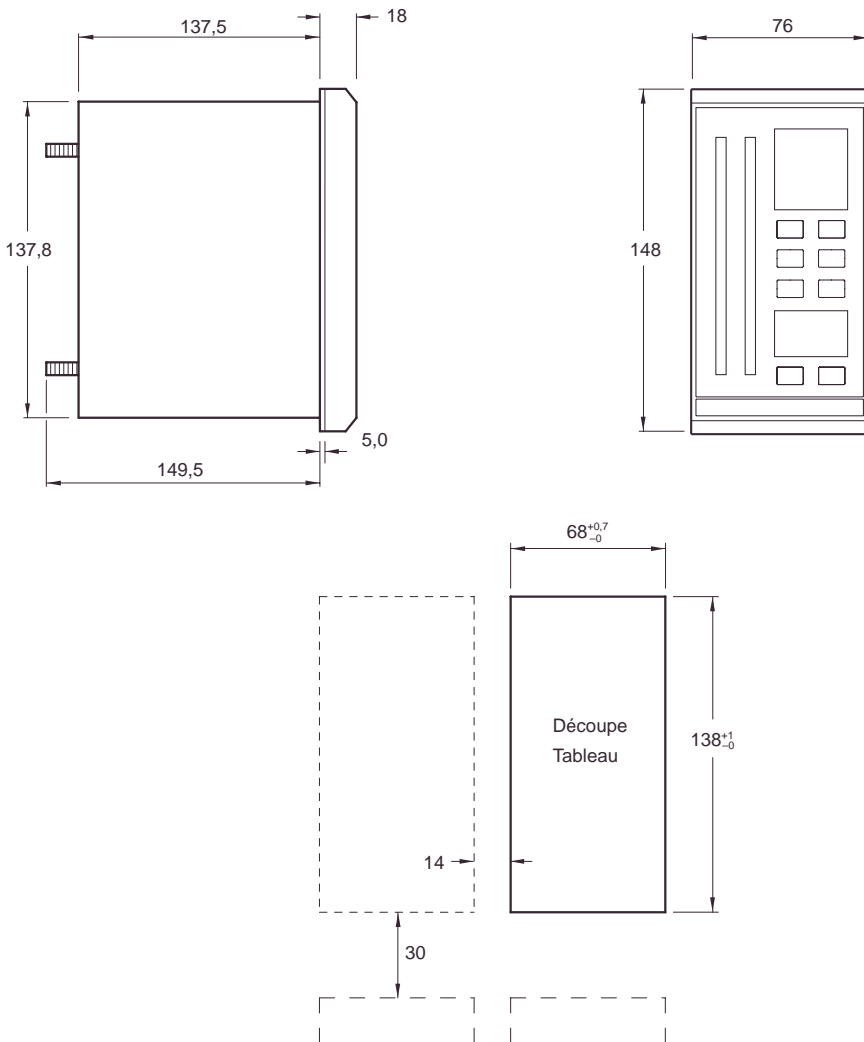

Figure. 5.3 Dimensions globales
5.1.2 Montage – Figures. 5.3 à 5.5
L'instrument est prévu pour montage sur tableau (Fig. 5.4). Ses dimensions hors tout sont indiquées sur la Figure. 5.3.
...5.1.2 Montage – Figures. 5.3 à 5.5
...5.1.2 Montage – Figure. 5.3 à 5.5